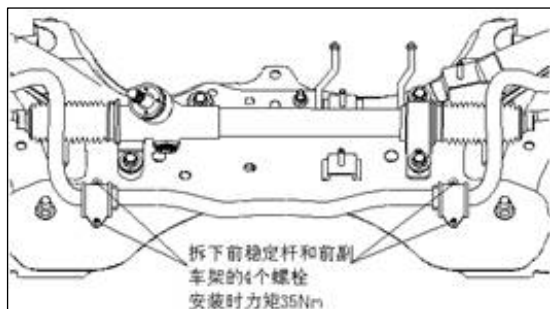

图 5.1-14
(1) 下摆臂总成的拆卸
① 旋转转向盘以便移动相应前轮至最小侧位置。
② 如图 5.1-14 所示,从球头螺柱上拆卸开口